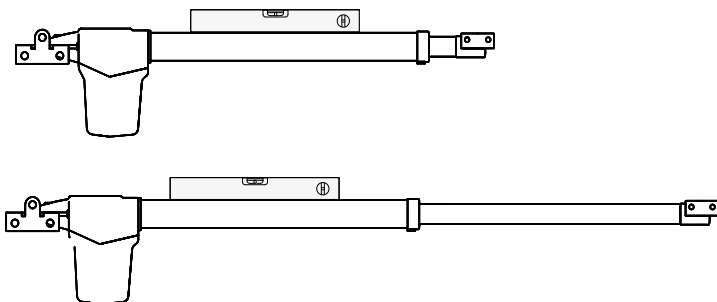

Рисунок 6
- Установку проверяйте уровнем (*рис. 6*), в открытом (шток задвинут) и закрытом (шток выдвинут) положениях.